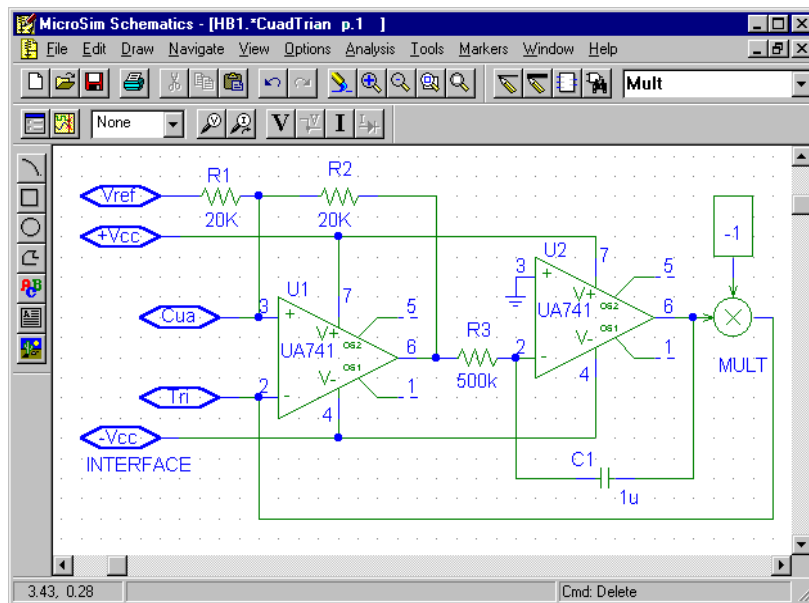

Figura 1.8. Circuito para generar las señales del ejemplo
Esta herramienta es de gran utilidad cuando se desee integrar en un solo bloque, todo un circuito. La mejor manera de entender este punto es con un ejemplo. El ejemplo consiste en la simulación de un circuito que genere dos ondas, una cuadrada y otra triangular; dicho circuito estará conformado por un comparador y un integrador de los cuales se obtendrán estas dos señales. Este circuito se presenta en la figura 1.8.
- Puede observarse que los nombres de las interfaces de la figura 1.8, aparecen como pines en la caja **Draw Block**, lo que permite la conexión con otros elementos en el circuito diseñado.